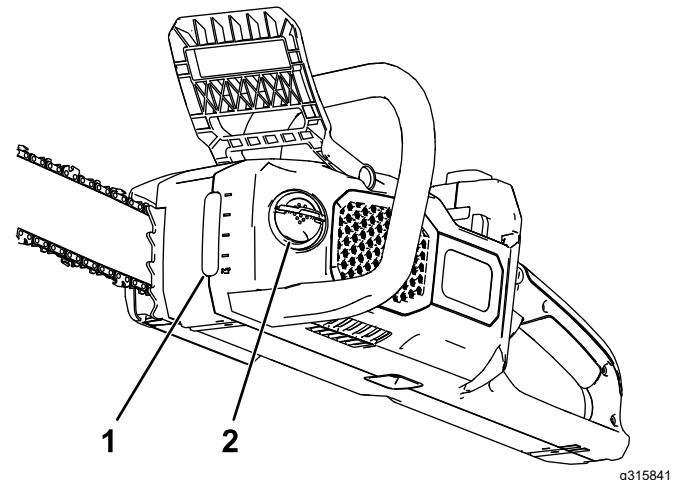

Figura 27
2. Observe el nivel de aceite en la mirilla. Si el aceite no llena la mirilla, añada la cantidad necesaria de aceite para cadenas (Figura 27).
4. Limpie la zona alrededor del tapón de aceite (Figura 27).
5. Abra la tapa del tapón de aceite, retire el tapón y vierta aceite para cadenas en la motosierra hasta que el aceite llene el depósito (Figura 27).